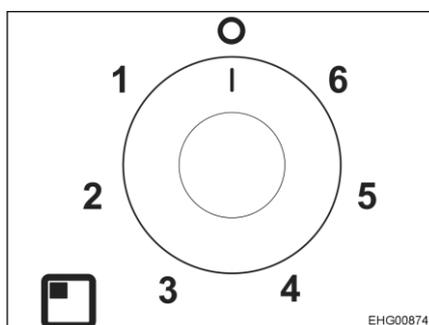

Fig. 128 Pomello girevole per piastra di cottura elettrica
- Regolare il pomello girevole (Fig. 128) sul livello di temperatura desiderato.